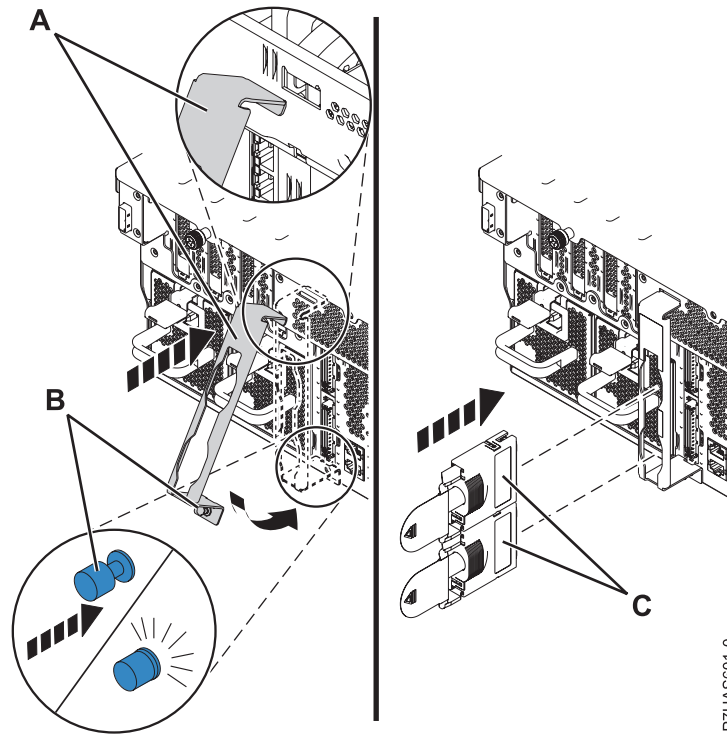

Figure 7. Installation du crochet de fixation de câble
7. Si le crochet de fixation de câble (A), illustré dans la figure 7, à la page 11 est fourni, effectuez les opérations suivantes :
- a. Afin de bloquer la patte inférieure dans l'emplacement du bloc, inclinez légèrement le support de câble (A) (voir la figure 7, à la page 11).
- b. Approchez le crochet de fixation de câble du châssis et poussez le dispositif de fixation (B) dans le châssis pour sécuriser le support.
8. A l'arrière du système, connectez les câbles de l'adaptateur (C).